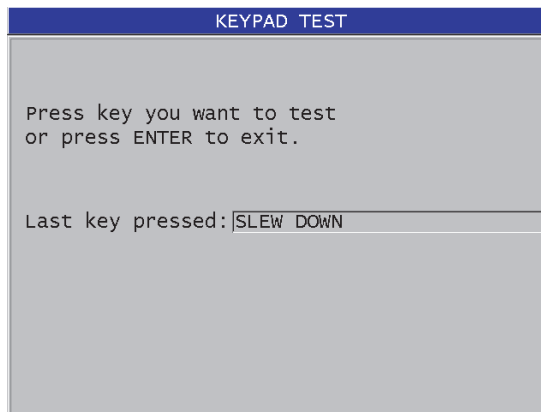

Figura 15-2 Pantalla VERIFIC. TECLADO (KEYPAD TEST)
4. Si el parámetro **VERIFIC. TECLADO** (KEYPAD TEST) es seleccionado, en la pantalla **VERIFIC. TECLADO** (KEYPAD TEST) [ver Figura 15-2 en la página 310]: